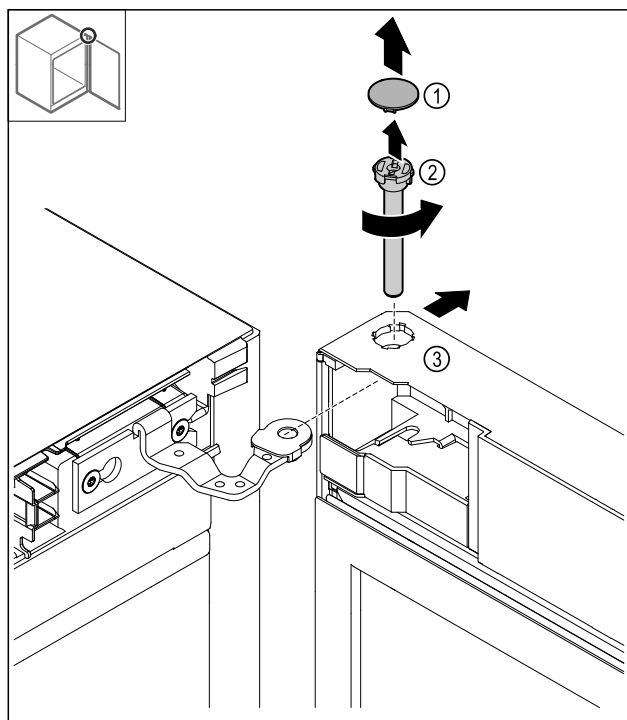

Fig. 18
- Abdeckung (1) abnehmen.
- Bolzen (2) gegen den Uhrzeigersinn lösen und herausziehen.
- Tür Fig. 18 (3) leicht kippen.